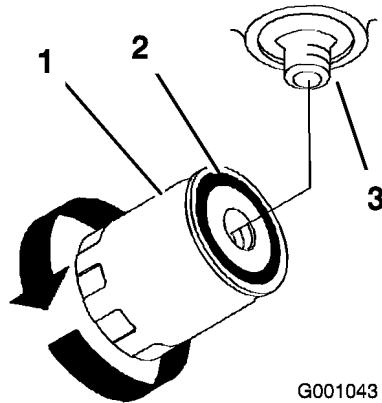

Figure 54
4. Appliquez une fine couche de liquide hydraulique sur le joint en caoutchouc du filtre de rechange (Figure 54).
- l'adaptateur du filtre. Serrez ensuite le filtre de 1/2 tour supplémentaire (Figure 54).